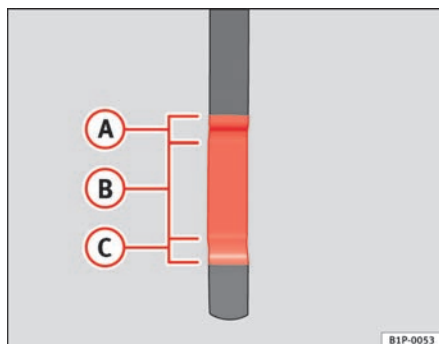

Fig. 144 Varilla de medición del nivel de aceite.
- A continuación, vuelva a extraerla y compruebe el nivel de aceite ⇒ fig. 144. En caso necesario, reponga aceite del motor.